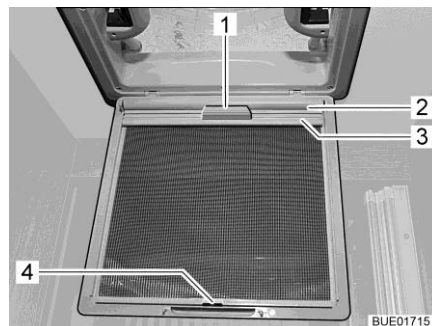

Bild 110 Mörkläggningsrullgardin (taklucka)
- Drag ut mörkläggningsrullgardinen (Bild 110,2) med handtaget (Bild 110,1) och haka i fästlisten (Bild 110,3) i kroken (Bild 110,4) på insektskyddet.
- Lossa fästlisten (Bild 110,3) från kroken (Bild 110,4) och dra långsamt tillbaka mörkläggningsrullgardinen (Bild 110,2) med handtaget (Bild 110,1).